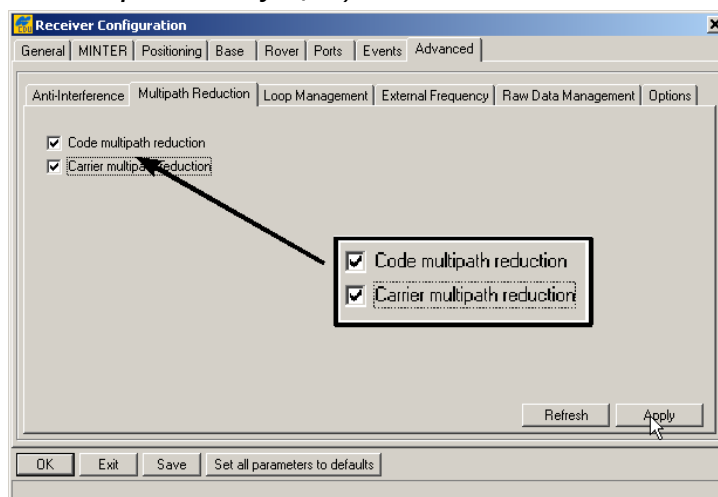

Рисунок 2-12. Настройка приемника – вкладка **Advanced**
4. Выберите вкладку *Advanced* (*Расширенные функции*), затем вкладку *Multipath Reduction* (*Подавление многолучевости*), выберите перечисленные ниже поля и щелкните на кнопке *Apply* (*Применить*) (см. рис. 2-12).